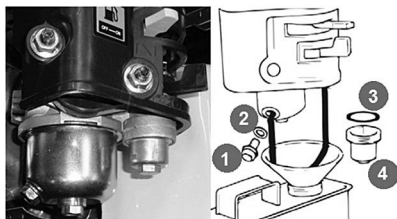

Рис. 26 Обслуживание фильтра-отстойника карбюратора
3. Открутите болт сливного отверстия (1) и слейте топливо из поплавковой камеры карбюратора (Рис. 26).
4. Открутите стакан отстойника (4), вылейте из него топливо в ранее подготовленную емкость.